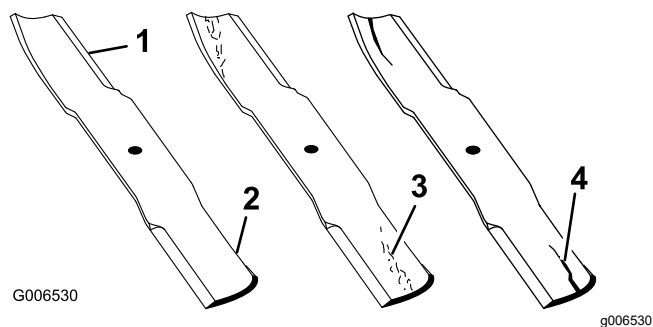

Figura 76
1. Inspectai marginile de tăiere (Figura 76).
4. Dacă observai orice crăpături, urme de uzură sau formarea unei fante în această zonă, instalați imediat o lamă nouă (Figura 76).